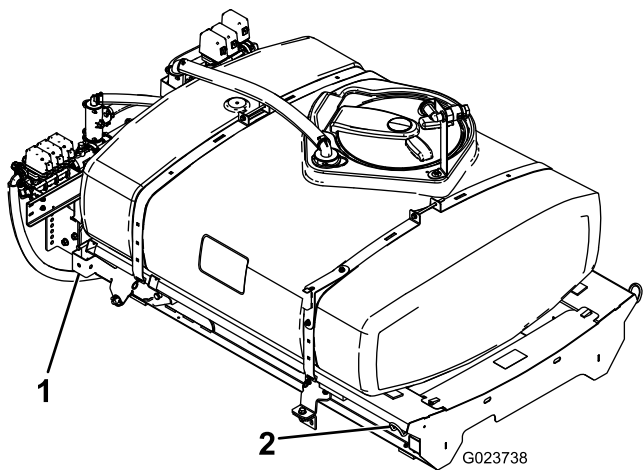

图 8
- 使用升降机升起药缸滑轨总成图 8 并将其放在工作车机架上让泵和阀门总成朝后。